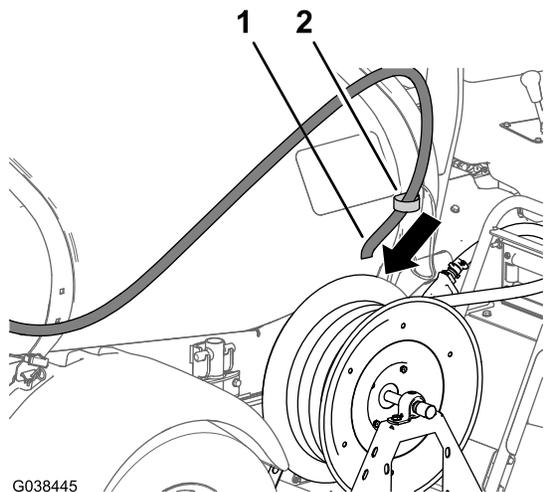

Figure 97
- Faites passer le flexible d'entrée dans le collier de support sur la sangle avant de la cuve du pulvérisateur (Figure 97).